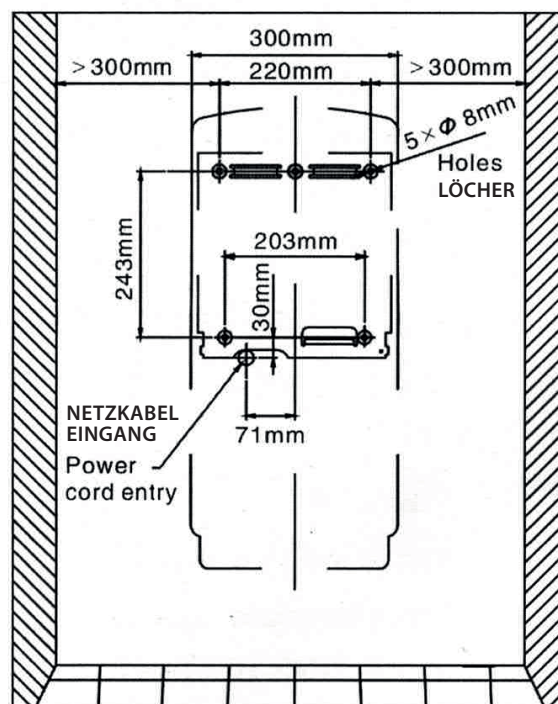

fig.3
2.. Legen Sie die Schablone in gewünschter Höhe an die Wand (siehe EMPFEHLTE MONTAGEHÖHE) und markieren Sie die Positionen von 5 Montagelöchern und den Netzkabeleingang an der Aussparung (siehe Abb.3).
2.. Place template against wall at desired height (see RECOMMENDED MOUNTING HEIGHTS) and mark locations of 5 mounting holes and power cord entry at knockout location (see fig.3).